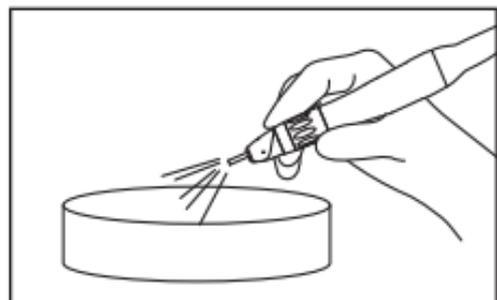

Fig. 9
- 2 Faites fonctionner la pièce à main du côté fauteuil pendant au moins 20 secondes afin de purger tout liquide présent dans X65L et M65 (Fig. 9). Après l'arrêt complet de la rotation de la pièce à main, touchez l'embout et l'anneau de verrouillage de la pièce à main pour s'assurer qu'ils ne chauffent pas anormalement.